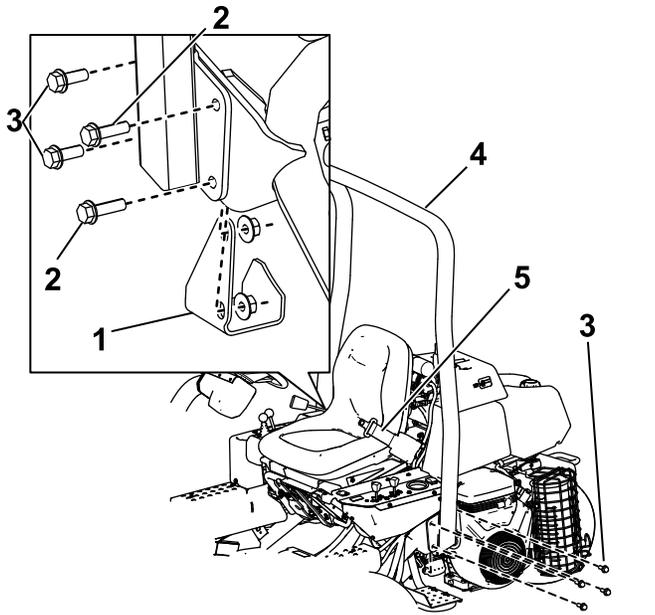

Figura 6
2. Baje la barra antivuelco (Figura 6) sobre los soportes de montaje y alinee los orificios de montaje.
3. Sujete el lado izquierdo de la barra antivuelco al soporte de montaje con 4 pernos (1/2" x 1 1/2") y contratuercas (Figura 6).
soporte de montaje con 2 pernos de 1/2" x 1 1/2", 2 pernos de 1/2" x 1 3/4", y contratuercas, como se muestra en la Figura 6.